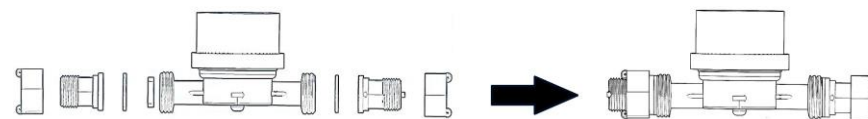

Рис. 5
8. Накидные гайки должны быть затянуты с моментом не более 40 Н/м². (для контроля момента затяжки гайки применять динамометрический ключ по ГОСТ Р 5125499). *Рис. 5*